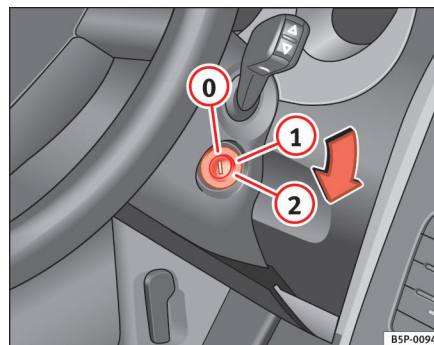

Fig. 137 Tændingsnøglens stillinger
I denne stilling ⇒ fig. 137 er tændingen afbrudt og motoren standset, og rattet kan låses.
- Drej tændingsnøglen til stilling ⇒ side 165, fig. 137 ①. Mens motoren forgløder, lyser kontrollampen .
- Drej tændingsnøglen til stilling ② for at starte motoren, når kontrollampen ikke længere lyser – trød ikke på speederen.
- Drej tændingsnøglen til stilling ⇒ side 165, fig. 137 .